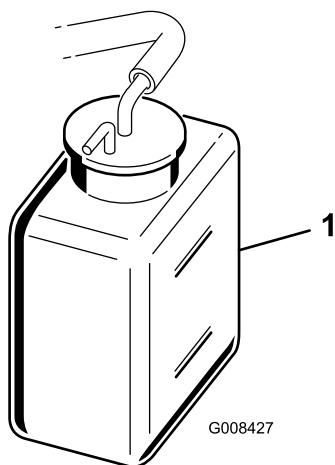

Bild 46
2. Prüfen Sie den Kühlmittelstand (Bild 46).